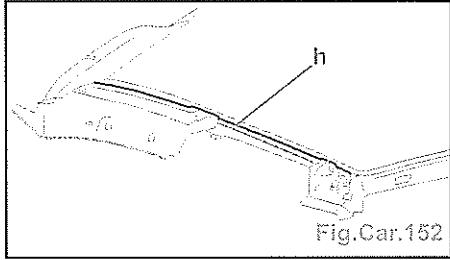

Fig.Car.152
- Découper la peau extérieure du pavillon multifonction en (h) pour accéder au cordon de colle, à l'aide de l'outil [1], équipé de la lame [2] (de chaque côté) (Fig. Car.152).